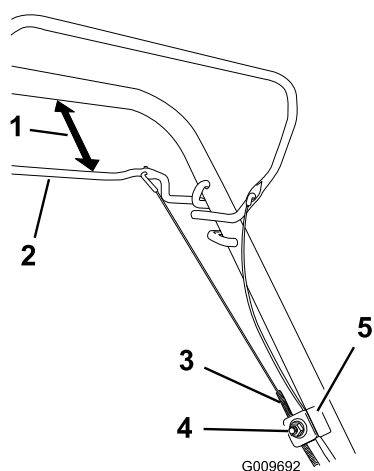

Figura 33
- Desaperte a porca de suporte do cabo (Figura 33).
- Fixe a transmissão auto-propulsora a 25 a 38 mm do manípulo (Figura 33).
- Puxe o invólucro do cabo (para a máquina) até não haver folga no cabo (Figura 33).